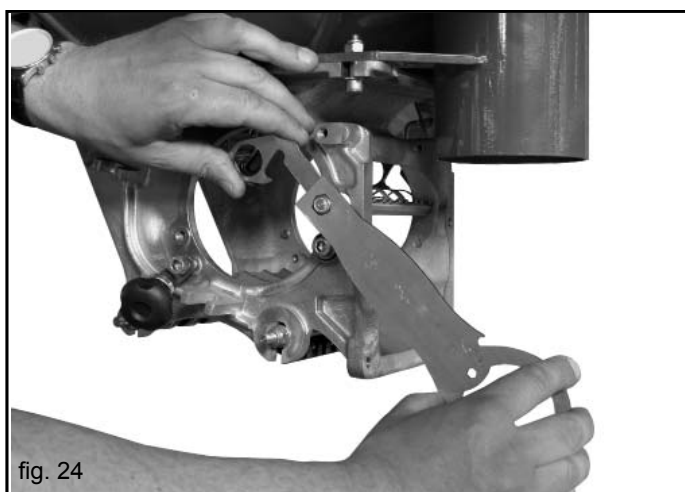

fig. 24
- 3) Stopmuttern M8 beidseitig mit dem beiliegenden Universalschlüssel soweit loesen. (Fig. 24).